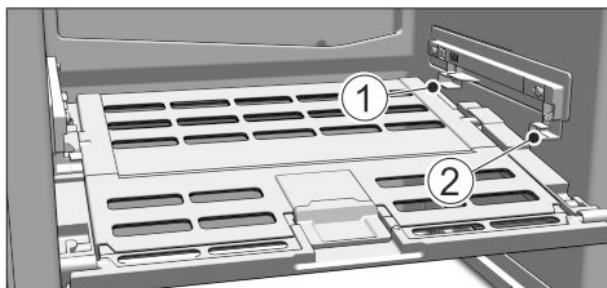

Fig. 16
► Установка крышки отделения с функцией для хранения овощей и фруктов Fruit & Vegetable-Safe: Вставить поперечные ребра крышки через низ в задний держатель Fig. 16 (1) и защелкнуть спереди на держателе Fig. 16 (2).